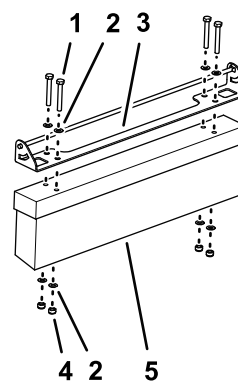

Figura 1
- Alinhe os furos no suporte de ajuste da escova com os furos na escova do rastelo, como se mostra na Figura 1.
- Monte o suporte de ajuste da escova na escova do rastelo (Figura 1) com quatro parafusos (8 x 60 mm), oito anilhas (8 mm) e quatro porcas de bloqueio (8 mm).